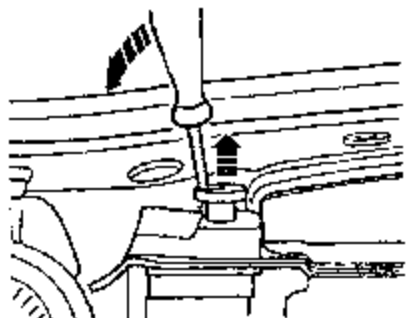

图 4-151 拆卸散热器
(4) 如图 4-151 所示, 松开散热器的 2 个锁止销, 向上拔下 (箭头方向)。向前端摆动散热器, 抬起拆下。